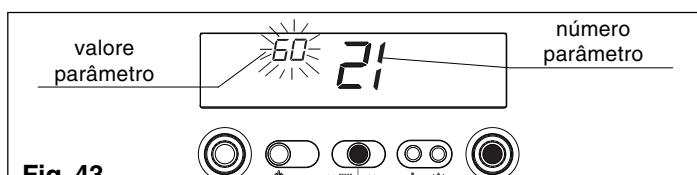

Fig. 43
- carregue na tecla ENTER para chegar a modificar o valor do parâmetro. Quando carregar na tecla ENTER, pisca o valor estabelecido anteriormente (fig. 43)